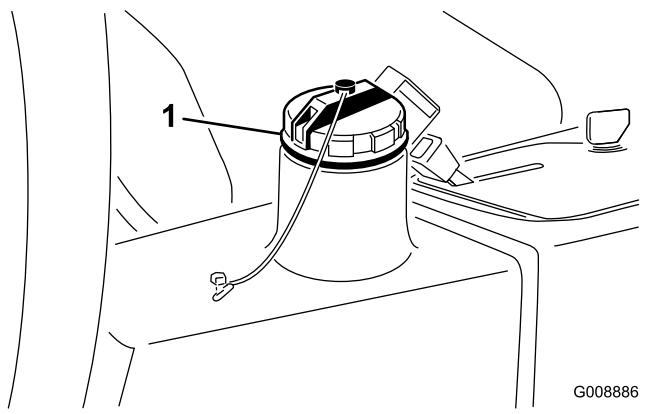

Figure 81
4. Versez environ 13,2 litres de liquide hydraulique dans le réservoir (Figure 81) ; voir Contrôle du système hydraulique \(page 26\).